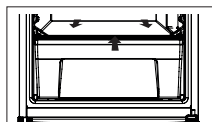

Fig. 3
- Levante el extremo frontal de la tapa del compartimento de verduras y extráigala completamente. (Aplica solo para CR 121). Ver Fig.3.